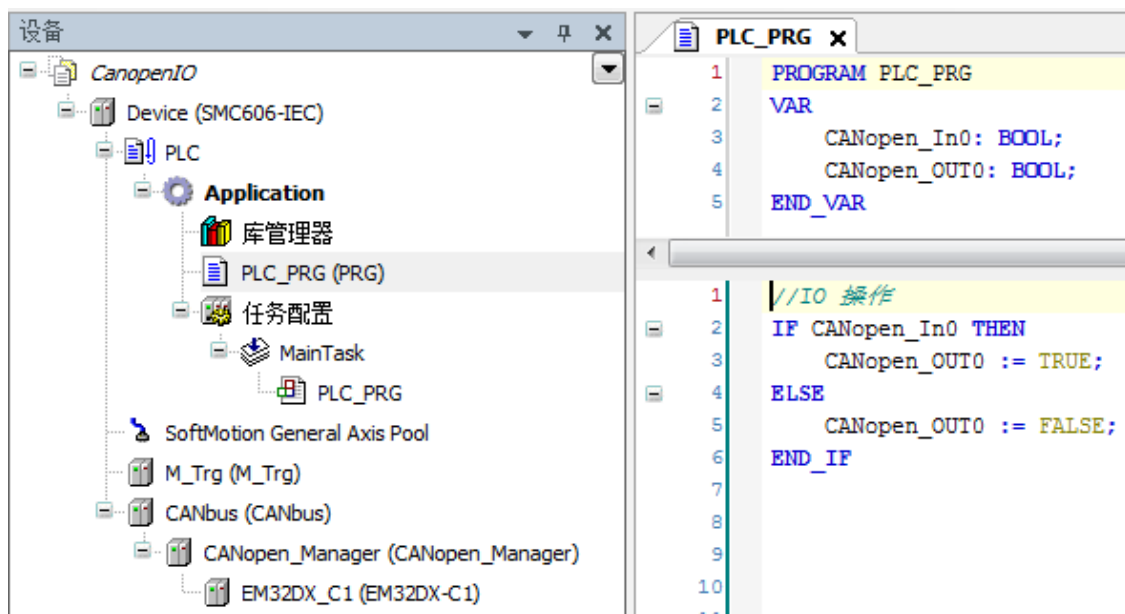

图 5.11 IO 操作代码界面
(4) 编辑程序如下：
- 编写 IO 操作代码，如下图 5.11 所示。